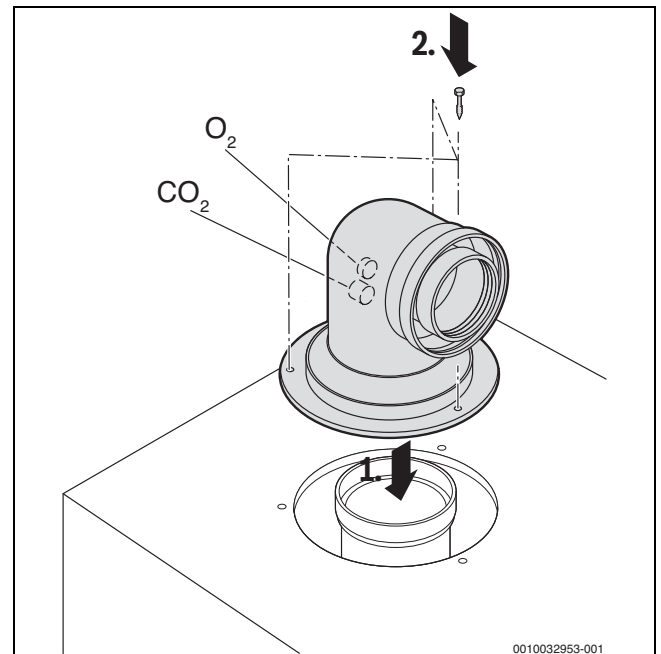

Fig. 34 Applicare l'accessorio del sistema aspirazione aria/ evacuazione prodotti della combustione e fissarlo con 3 viti
- ▶ Collegare l'accessorio del sistema aspirazione aria / evacuazione prodotti della combustione (→ fig. 34).